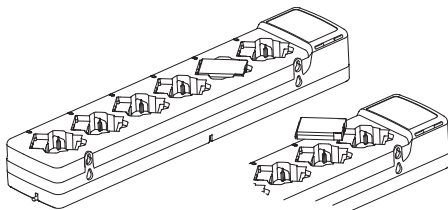

图 2：为单独电池充电
4. 要为一块单独电池充电，请将电池插入充电座，方法是（请参阅图 2）：